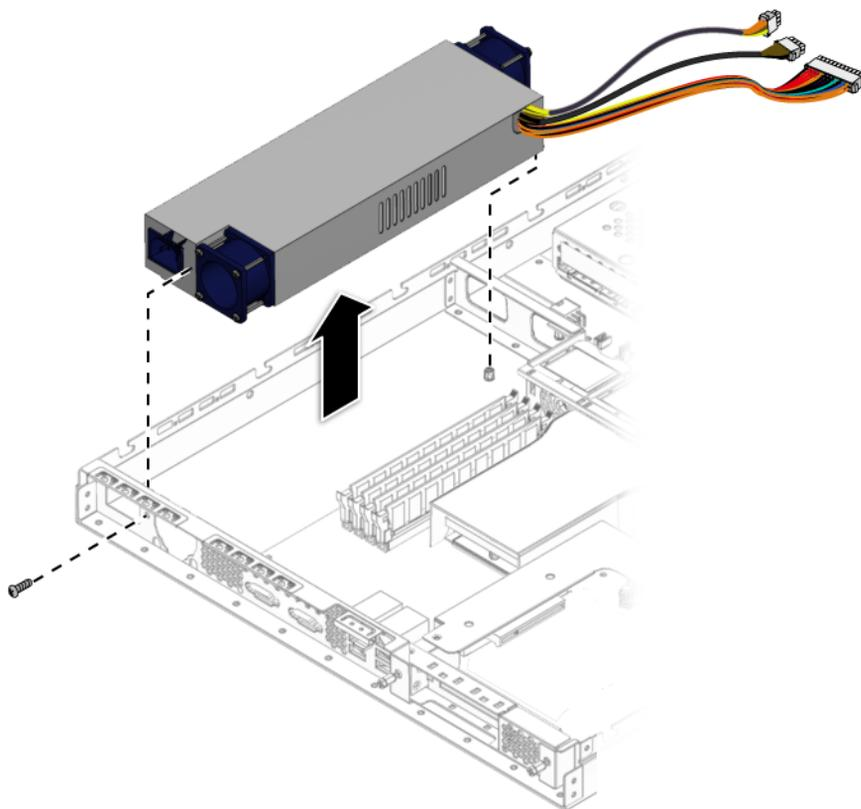

図 4-20 電源の取り外し
2. 3本の電源ケーブルをマザーボードから外します(図 4-20 参照)。